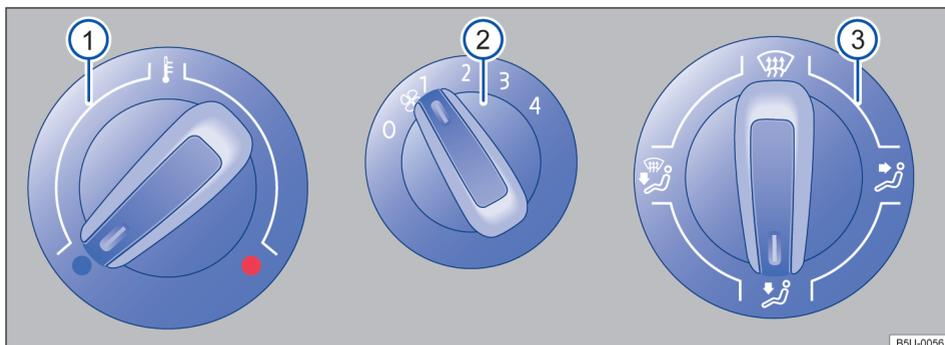
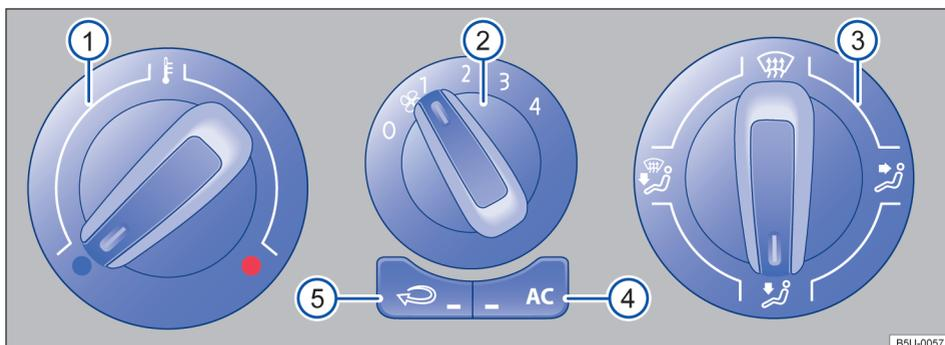

Fig. 76 No console central: comandos do sistema de ventilação e aquecimento.
Fig. 77 No console central: comandos do ar-condicionado.
Botão, regulador	Informações complementares do sistema de ventilação e aquecimento → Fig. 76 e ar-condicionado → Fig. 77.
- Em veículos com sistema de aquecimento, colocar o regulador da temperatura → Fig. 76 Ⓛ totalmente para a direita, para a posição máxima de aquecimento.
- Colocar o regulador da distribuição de ar → Fig. 77 ③ para a posição , nesta posição o modo de recirculação de ar não pode ser acionado.
- Colocar o ventilador ② no nível 3 ou 4.
- Colocar o regulador da temperatura ① na posição desejada.